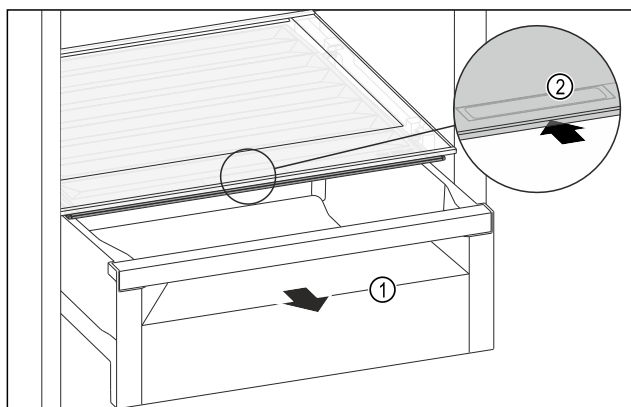

Fig. 170
- Estrarre il cassetto Fig. 170 (1).
- Afferrare la maniglia incassata Fig. 170 (2) sul coperchio dello scomparto e spingere allo stesso tempo all'indietro il coperchio dello scomparto.